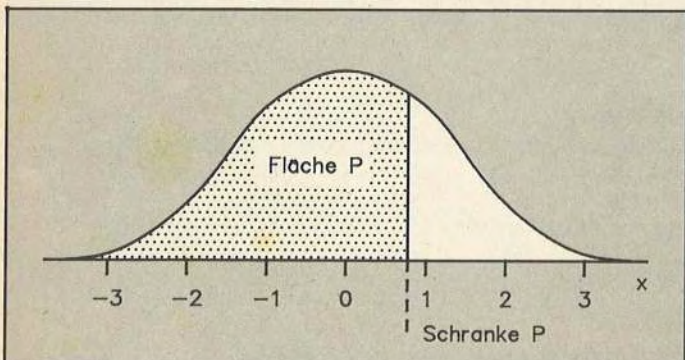

Bild 5. Schranke der standardisierten Normalverteilung (P)
Schranke der standardisierten Normalverteilung (P) (Bild 5)